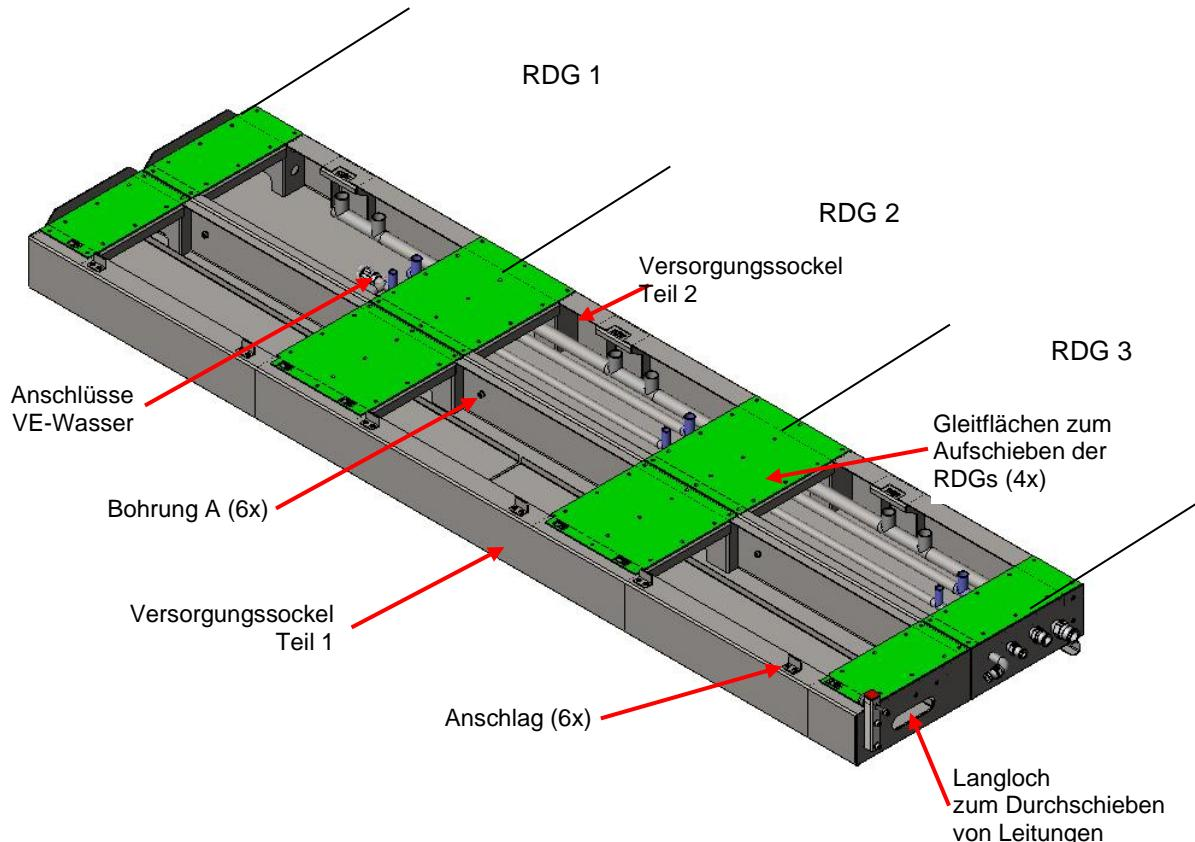

Abb. 26: Versorgungssockel
- ◆ Prüfen Sie, ob die 6 Anschlüsse (siehe Abb. 26.) am Versorgungssockel montiert sind. (Die Anschlüsse werden zum Abbau der RDG Miele abgenommen.) Fehlende Anschlüsse montieren Sie jetzt.